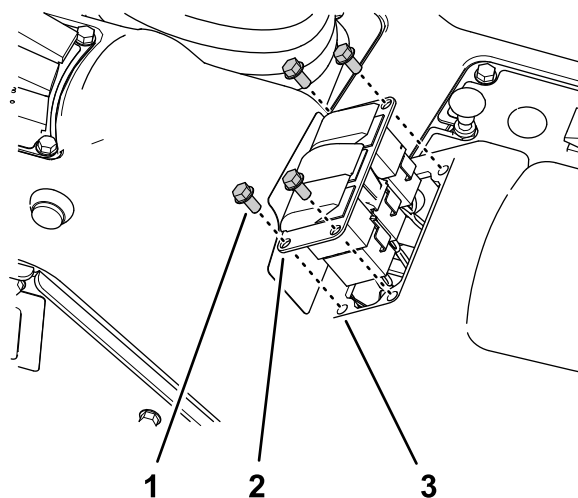

Figura 31
1. Rimuovete le 4 viti a testa flangiata ($\frac{1}{4}$ " x $\frac{1}{2}$ ") che fissano il pannello a 3 interruttori al quadro di comando (Figura 31).
3. Scollegate il connettore a 8 prese del cablaggio preassemblato della macchina (indicato come **comando del volume**) dal connettore a 8 pin dell'interruttore (Figura 31).
6. Allineate il tappo dell'interruttore con l'apertura nel pannello a 3 interruttori in cui avete rimosso il comando del volume (Figura 31)..
7. Inserite il tappo dell'interruttore nel pannello a 3 interruttori fino a quando il tappo non scatta saldamente nel pannello (Figura 31).